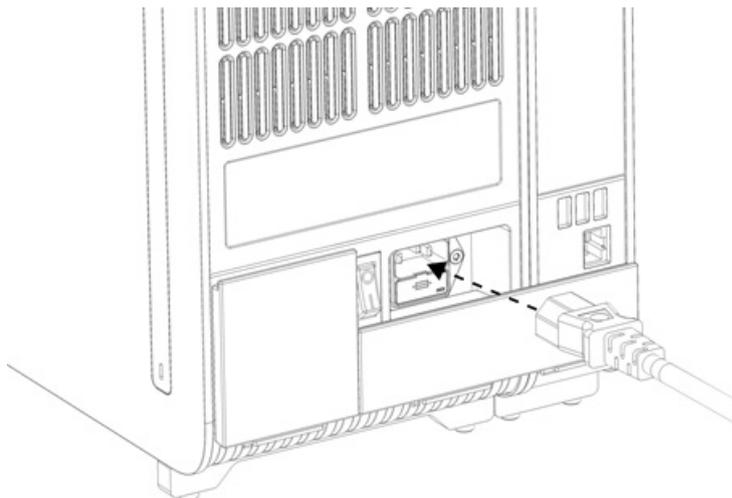

Figura 20. Ligação do cabo de alimentação.
8. Ligue o cabo de alimentação fornecido com o QIAstat-Dx Analyzer 2.0 à parte traseira do módulo analítico original (Figura 20).